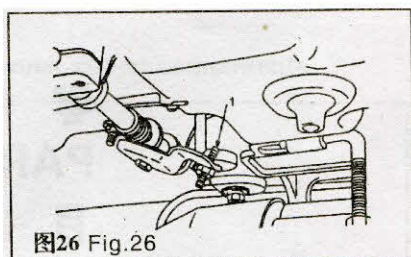

图26 Fig.26
21. Регулировка высоты коленоподъемника (Fig. 26, 27)